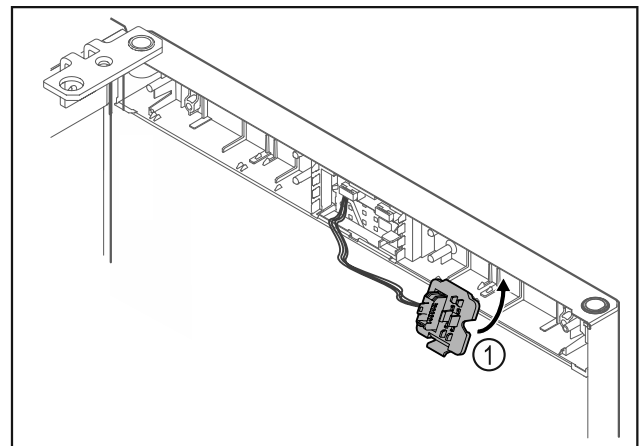

Fig. 24
- Paina pistokkeenpidin Fig. 24 (1) paikalleen vastakkaiselle puolelle.